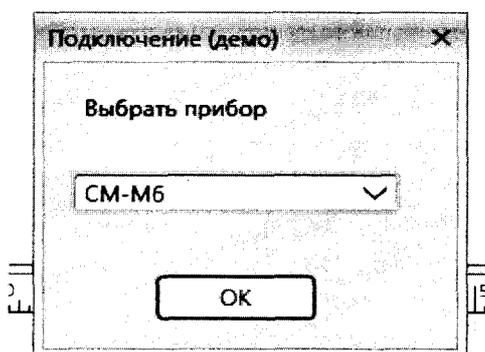

Рисунок 28
8.2.5.2 В открывшемся главном окне программы во вкладке «Панель данных» щелкните кнопку «Подключить | ▼» для установления связи со спектрофотометром. В появившемся окне «Подключение» щелкните стрелку вниз и выберите модель спектрофотометра «СМ-М6» и нажмите кнопку «ОК» (рисунок 28). После успешного подключения появится окно спектрофотометра, в котором отобразится его состояние, а кнопка панели инструментов меню изменится на «Отключить | ▼».